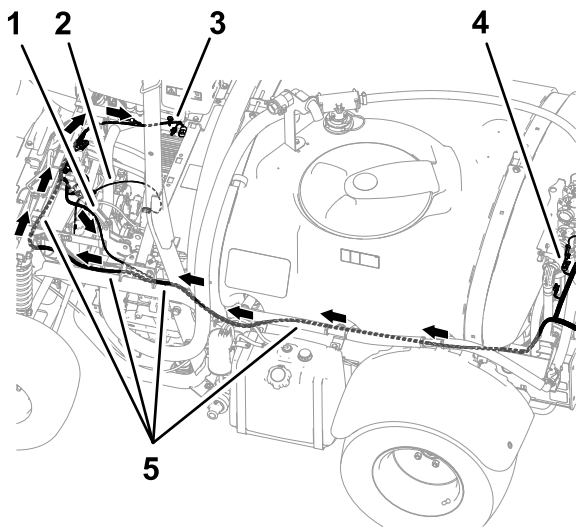
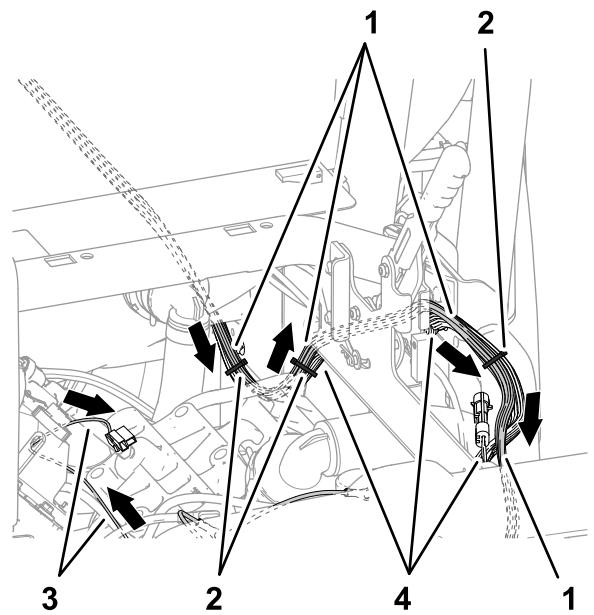
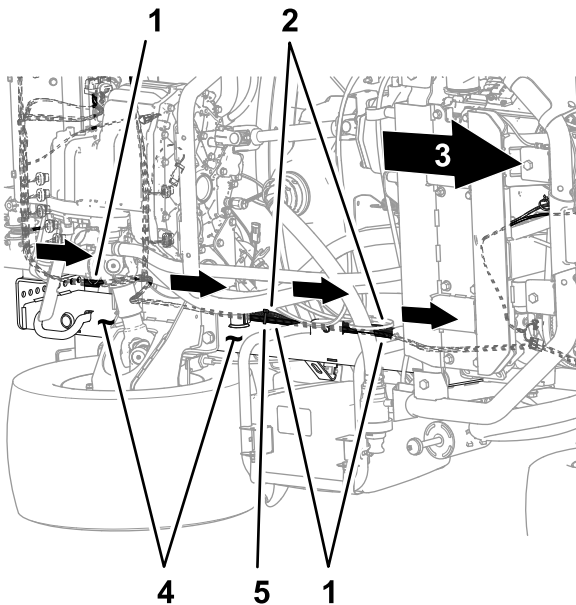

图79
图81
图80
3. 将套件线束的 84cm、60cm 及 66 cm 线束支管向前沿左机架槽布置图79 和图80。
4. 将套件线束的84cm、60cm及66cm线束支管沿机器线束、刹车组件的外侧布置图81。
- 如**图80**、**图81**及**图82**所示将套件线束固定到机器线束。